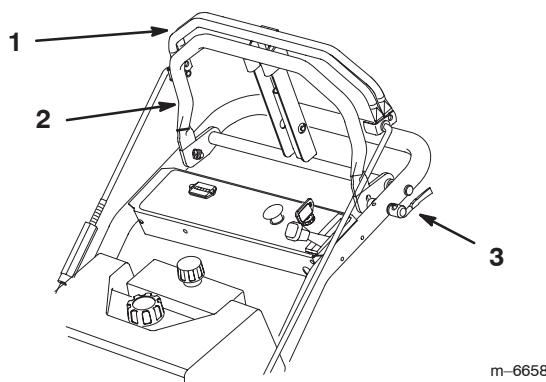

Figure 12
1. Placez les leviers de déblocage rapide en position débloquée (Fig. 12).
2. Déplacez la barre de référence en avant ou en arrière pour régler la vitesse de marche avant voulue. La flèche indique la vitesse de déplacement approximative (Fig. 12). Lorsque la barre est complètement poussée en avant, la machine se déplace à 10 km/h environ. Lorsque la barre de référence est au centre, la machine se déplace à 5 km/h environ.
3. Placez les leviers de déblocage rapide en position débloquée (Fig. 12).
1. Pour avancer, serrez lentement la barre de commande supérieure contre la barre de référence (Fig. 12).
2. Pour vous déplacer en ligne droite, appliquez une pression égale aux deux extrémités de la barre de commande supérieure (Fig. 12).
3. Pour tourner, relâchez la pression sur le côté de la barre de commande supérieure dans la direction que vous voulez prendre (Fig. 12).
4. Réglez la barre de référence de façon à maintenir une vitesse de déplacement prédefinie qui vous convienne (Fig. 12).
5. Pour arrêter la machine, relâchez la barre de commande supérieure pour arrêter les deux roues (Fig. 12).
1. Pour vous déplacer en marche arrière, tirez doucement la barre de commande en arrière (Fig. 12).
3. Pour tourner, relâchez la pression sur le côté de la barre de commande supérieure opposé à la direction que vous voulez prendre (Fig. 12).
4. Pour arrêter la machine, relâchez la barre de commande supérieure pour arrêter les deux roues (Fig. 12).
1. Pour arrêter la machine, relâchez la barre de commande supérieure pour arrêter les deux roues (Fig. 12).